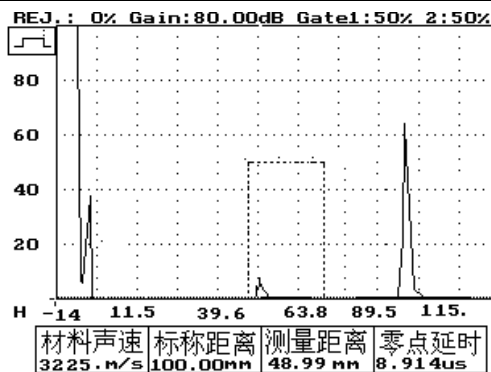

图 18-21
- 8、按波形键及方向键——使屏幕上出现被测工件的多次底面反射波（用纵波探头进行测试）或者被测圆弧的反射波（用横波探头进行测试）。同时使反射波的波高达到一定幅度。如图 18-21 所示（以纵波探头测试为例）。